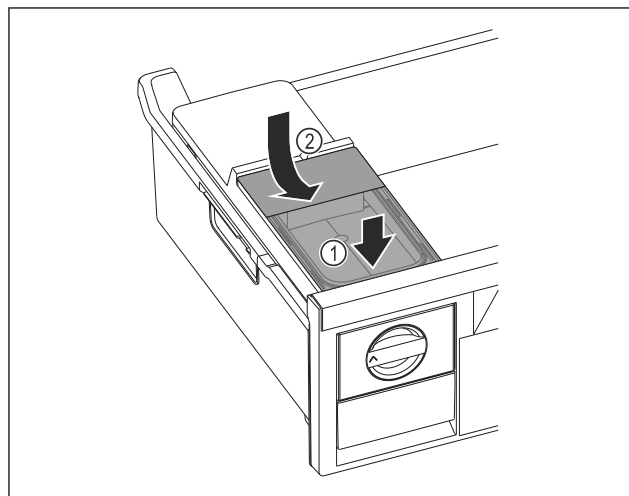

Fig. 157
- ▶ Zbiornik wody wsunąć od przodu. Fig. 157 (1)
- ▶ Zbiornik wody opuścić z tyłu. Fig. 157 (2)